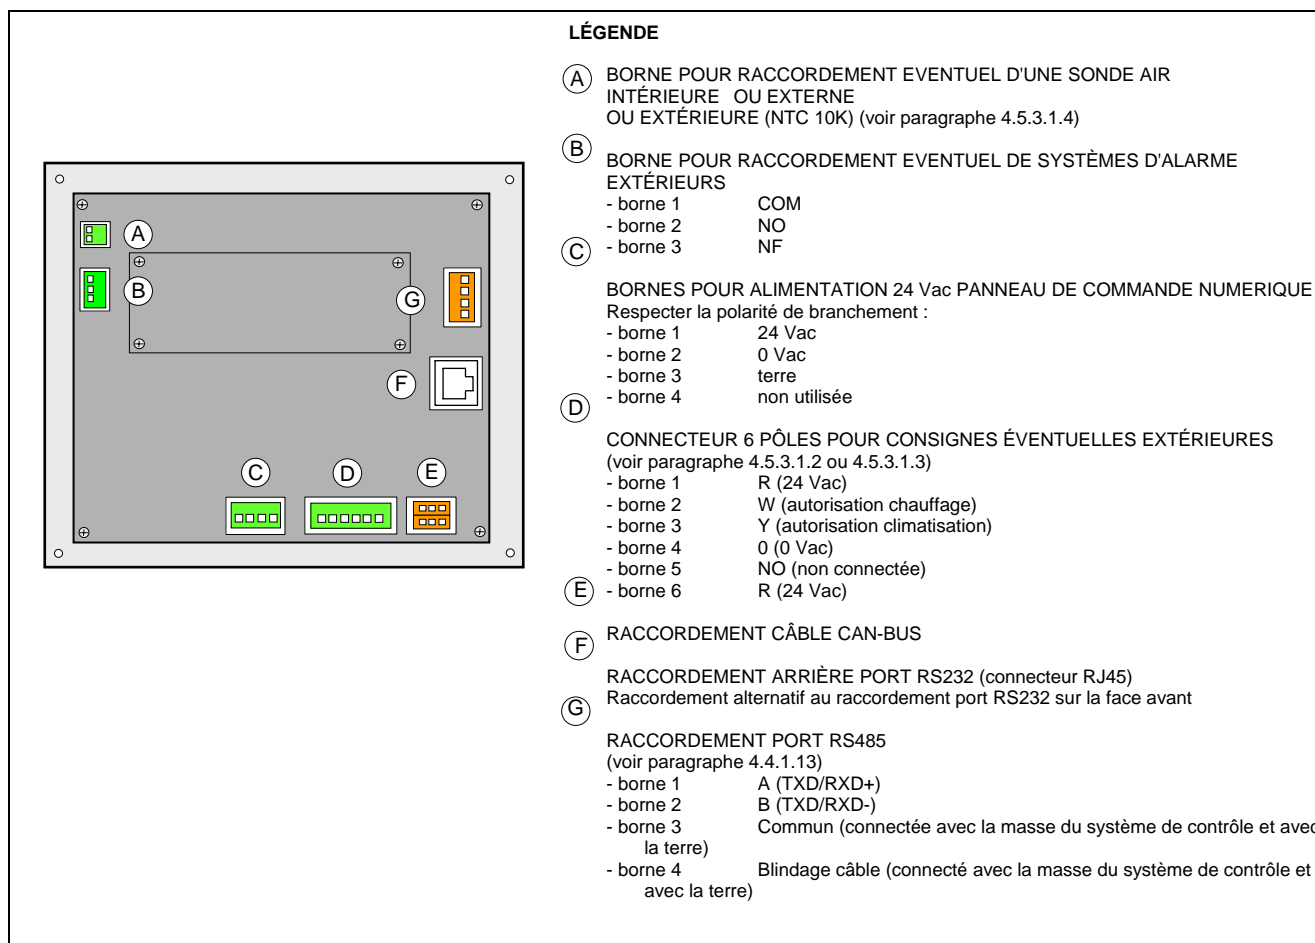

Figure 13 – VUE D'ARRIÈRE DU PANNEAU DE COMMANDE NUMÉRIQUE ET DÉTAIL DES CONNEXIONS ÉLECTRIQUES
À l'arrière du panneau de commande numérique sont placées les bornes de raccordement (voir Figure 13) :
- Connecteur à 2 pôles pour l'éventuel raccordement d'une sonde de température ambiante fournie en option (voir détail A de la Figure 13) ;
- Connecteur à 3 pôles pour les contacts du relais signalisation alarmes (voir détail B de la Figure 13) ;
- Connecteur à 4 pôles pour alimentation 24 Vac. Le DDC est alimenté par un transformateur avec secondaire de 24 Vac, 50/60 Hz. (voir détail C de la Figure 13) ;
- Connecteur à 6 pôles pour le raccordement éventuel des commandes de fonctionnement externes (voir détail D de Figure 13) ;
- Connecteur CAN-BUS à 6 pôles pour le raccordement du DDC avec les unités (voir détail E de la Figure 13).
Des applications particulières peuvent exiger une signalisation externe d'alarme pour une température élevée de l'eau réfrigérée et/ou basse de l'eau chaude ou encore pour une alarme générique qui permet de signaler d'éventuelles anomalies sur les unités. À cet effet, à l'arrière du panneau de commande numérique se trouve une borne spécifique à 3 contacts (voir détail B de la Figure 13) pour l'activation, par relais, d'une signalisation d'alarme telle que : alarme, sirène ou autre (pour plus d'informations, voir paragraphes 4.4.2.6.7 – "Configuration erreur de température (uniquement pour DDC Maître)" page 103 et 4.4.2.4 – "Configuration sortie alarmes" page 88.